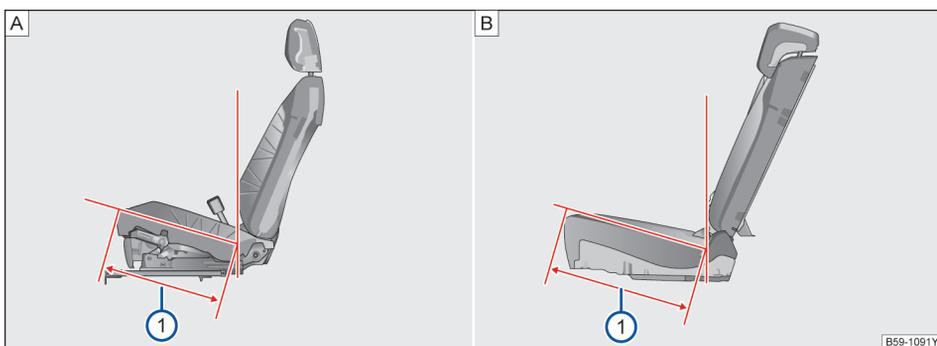

图 83 座椅坐垫深
=476.8mm→图 83|A|①
=469.1mm→图 83|B|①